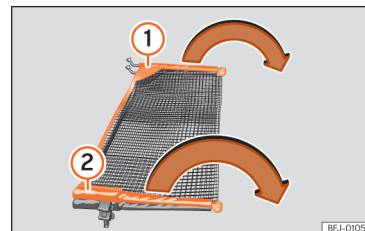

Abb. 131 Netztrennwand ausklappen.
Querstangen » Abb. 131 ① und ② der Netztrennwand in Pfeilrichtung auseinander klappen, bis ein „Klick“ zu hören ist.